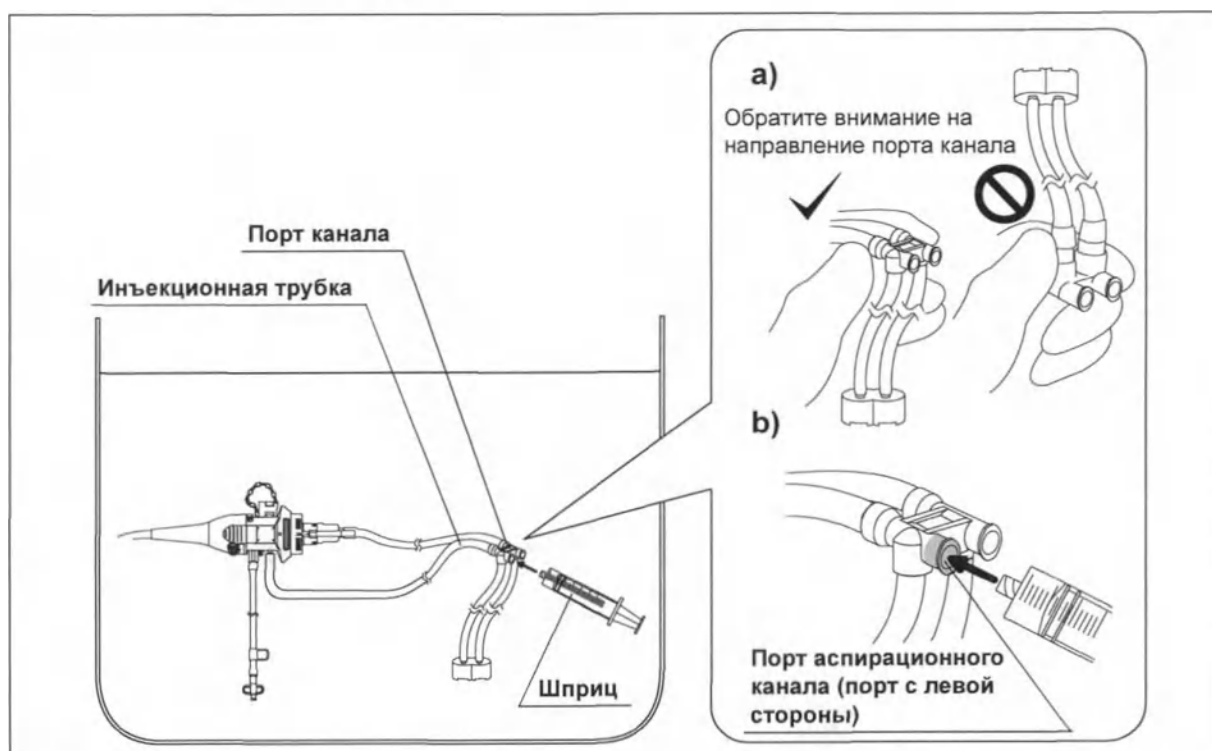

Рисунок 5.64
- 3 Присоедините стерильный шприц объемом 30 мл к порту аспирационного канала инъекционной трубки. (См. рис. 5.64)
- 7** Присоедините стерильный шприц объемом 30 мл к порту аспирационного канала инъекционной трубки. (См. рис. 5.64)
- 16** Присоедините шприц к порту аспирационного канала инъекционной трубки. (См. рис. 5.64)